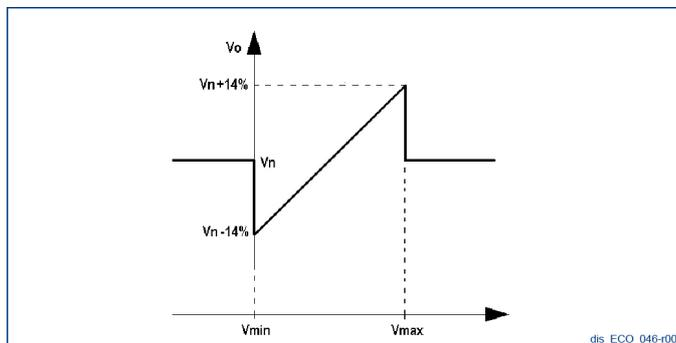

Рисунок 1: Без насыщения выходного напряжения при достижении пределов входного напряжения.
- Не обращать внимания на значение и вернуться к регулировке значения напряжения установленного через элемент настройки (если включен) или через параметр P[19], рис. 1.